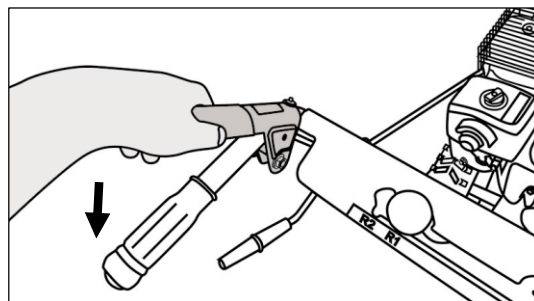

Рис. 34
3. Для начала уборки снега нажмите рычаг привода шнека, расположенный слева на рукоятке управления (рис. 34).